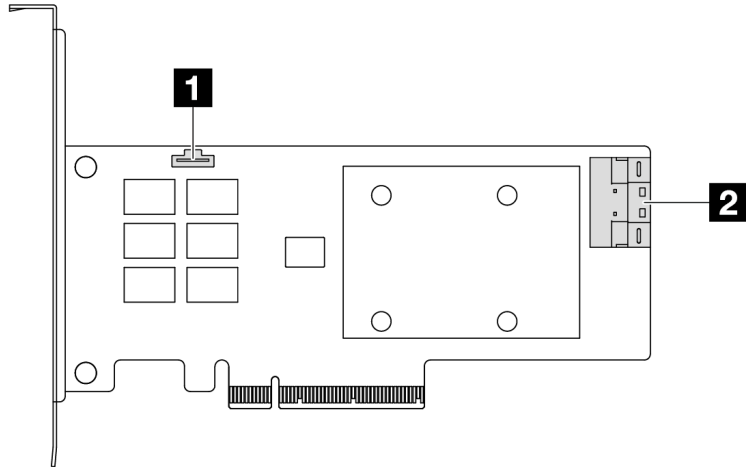

Рис. 318. Адаптер RAID/HBA 8i Gen 4 SFF (один разъем порта)
- Рис. 318 «Адаптер RAID 8i Gen 4 SFF (один разъем порта)» на странице 370